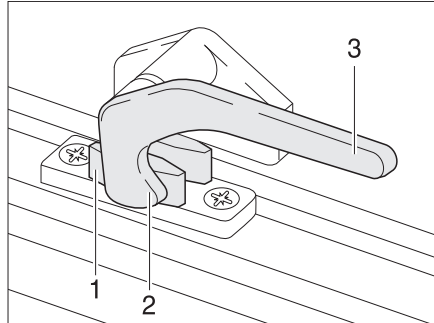

Fig. 65 Levier de verrouillage en position "Fermé"
- Tourner le levier de verrouillage (Fig. 65,3) d'un quart de tour vers le centre de la fenêtre.
- Tourner le levier de verrouillage (Fig. 65,3) d'un quart de tour vers le cadre de la fenêtre. Le tenon de verrouillage (Fig. 65,2) se trouve sur le côté intérieur du verrouillage de fenêtre (Fig. 65,1).
- En position "Fermé" (Fig. 65)